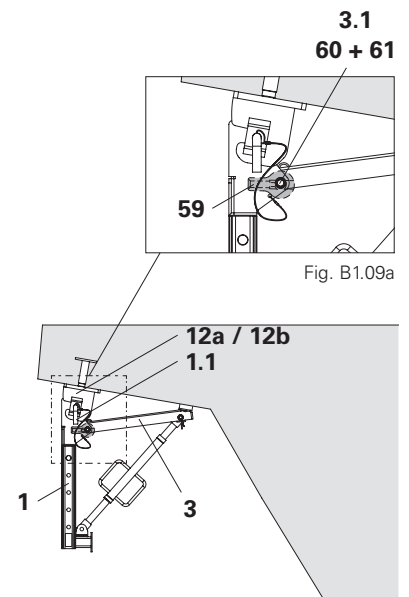

Fig. B1.09
1. Imperniare il dado a occhiello RCS DW15 **(59)** nel montante mensola VGK **(1)** con perno $\varnothing 16 \times 90$ mm **(60)** e bloccarlo con inserto a molla 4/1 **(61)**. (Fig. B1.09 + Fig. B1.09a)
1. Bloccare il dado a occhiello RCS DW15 **(59)** nel braccio della mensola VGK 50 **(3)** e nel montante mensola VGK **(1)** con perno e inserto a molla **(3.1)**. (Fig. B1.09 + Fig. B1.09a)